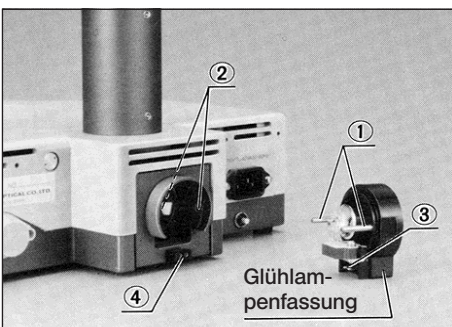

Abb. 8
4) Führungsstifte ① an den Bohrungen ② ausrichten und Lampenfassung ③ ohne Verkanten vorsichtig in die Aufnahme ④ bis zum Anschlag einführen (Abb. 8).